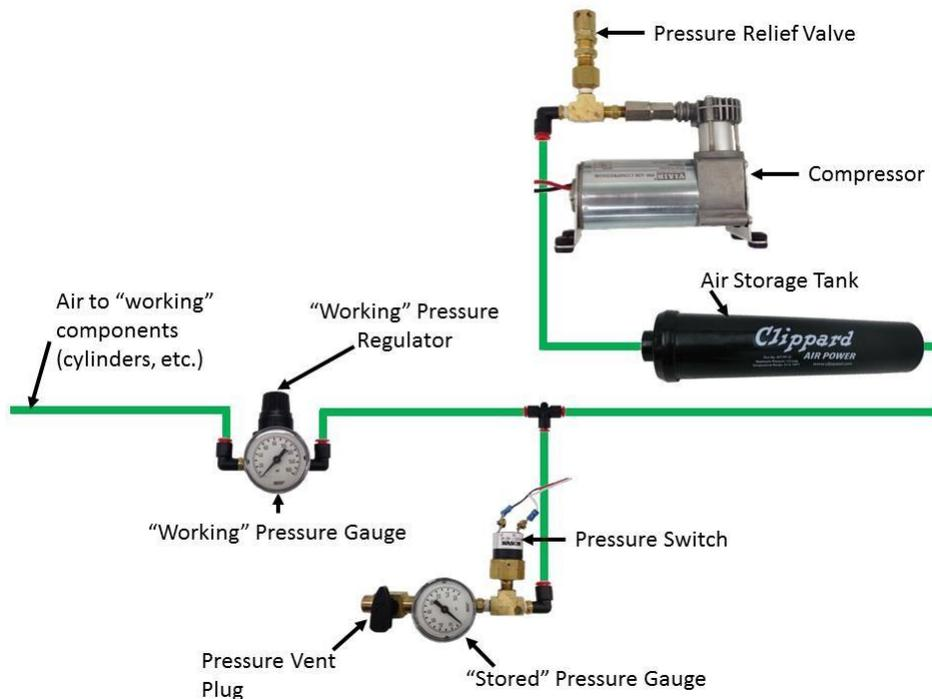

Figura 10-14 Circuito neumático
**R85.** Si se usan COMPONENTES Neumáticos, los Ítems que siguen requieren formar parte del circuito neumático y deben ser usados según esta sección, como se ve en la Figura 10-14.
- A. Un (1) compresor legal de la Competencia de Robótica *FIRST* (según R86)